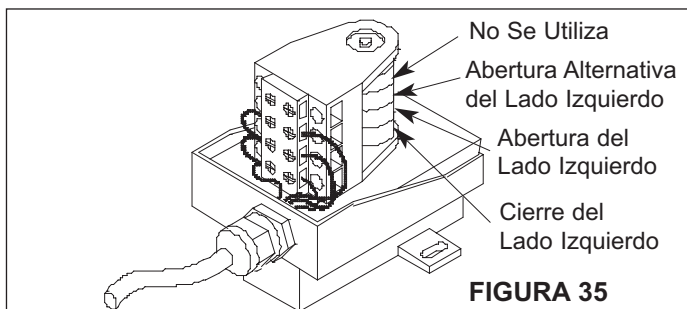

FIGURA 35
21. Si la puerta tiene una abertura opcional, ajuste a la altura deseable usando los mismos pasos utilizados para abrir y cerrar los límites, Figura 35.